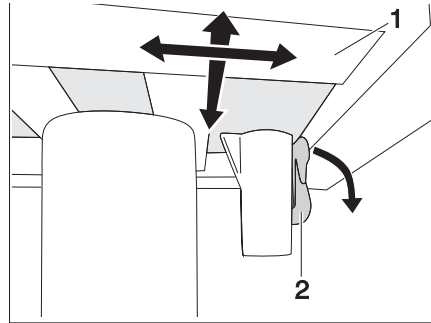

Fig. 98 Bloqueo de la mesa de una columna (bloqueada)
- Empujar la palanca de bloqueo (Fig. 98,2) hacia abajo.
- Desplazar a la posición deseada el tablero de la mesa (Fig. 98,1).
- Empujar la palanca de bloqueo (Fig. 98,2) hacia arriba.